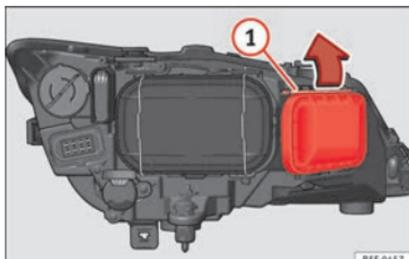

Fig. 105 Lampadina dell'indicatore di direzione.
- Far scorrere il tirante » **fig. 105** ① nel senso della freccia e sfilare la chiusura.